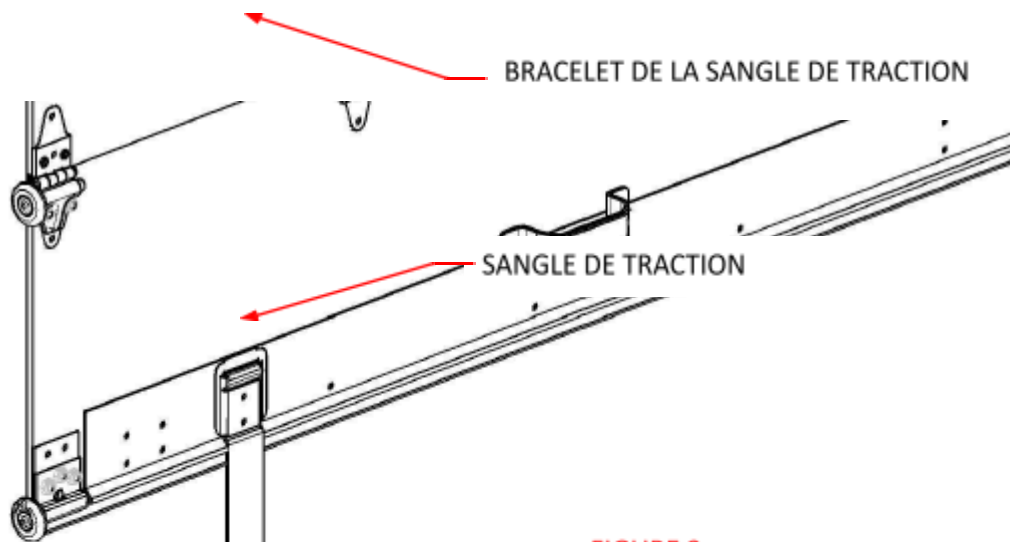

FIGURE 3
9. Veuillez inspecter la sangle de traction et la remplacer si nécessaire (**voir Figure 3**).